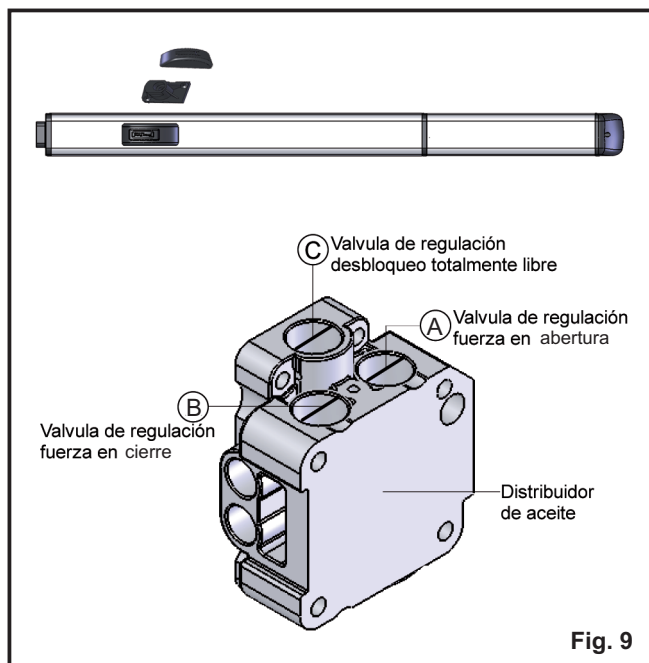

Fig. 9
4.1. REGULACIÓN DEL SISTEMA ANTIPLASTAMIENTO (fig.9)